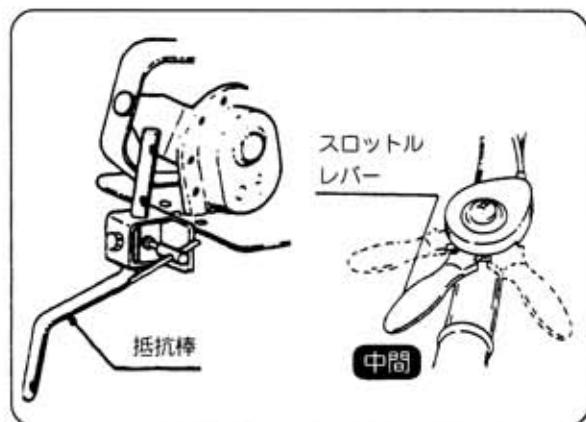

図18
1) 耕す深さの調整方法(図18・19)
- ①抵抗棒によりハンドルの高さの調整および進行スピードの調整をおこないます。